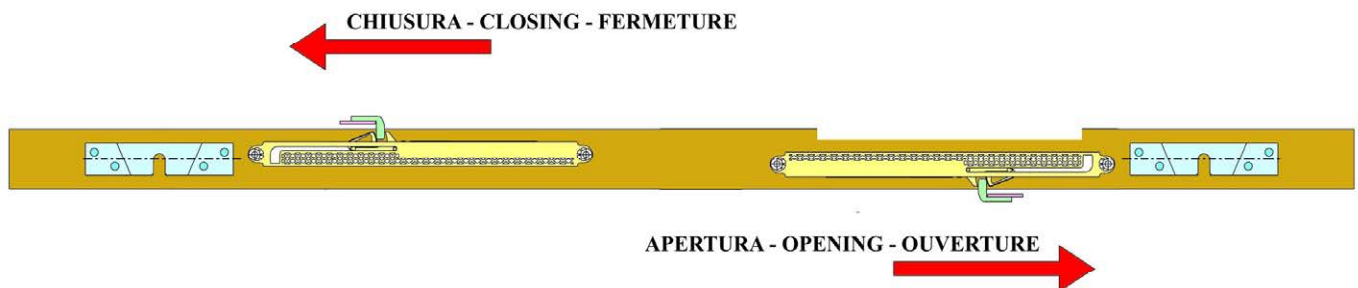

Fig. 7 Disposizione di due pistoni per rallentamento in chiusura e apertura
- Per rallentare l'anta in entrambi i sensi di apertura e chiusura utilizzare due pistoni affacciati ai lati opposti della porta secondo lo schema di Fig.7). Per il fissaggio utilizzare le stesse quote espresse nei punti precedenti.
- To slow the wing in both directions of opening and closing use the two pistons facing to the opposite sides of the door accordingly with the scheme of Fig. 7. For attachment use the same shares expressed in the precedent points.
- Pour ralentir l'aile dans les deux sens d'ouverture et de fermeture utiliser les deux pistons face aux côté de la porte comme indiqué sur le schéma Fig. 7. Afin de fixer les mêmes cotisations des points précédents.